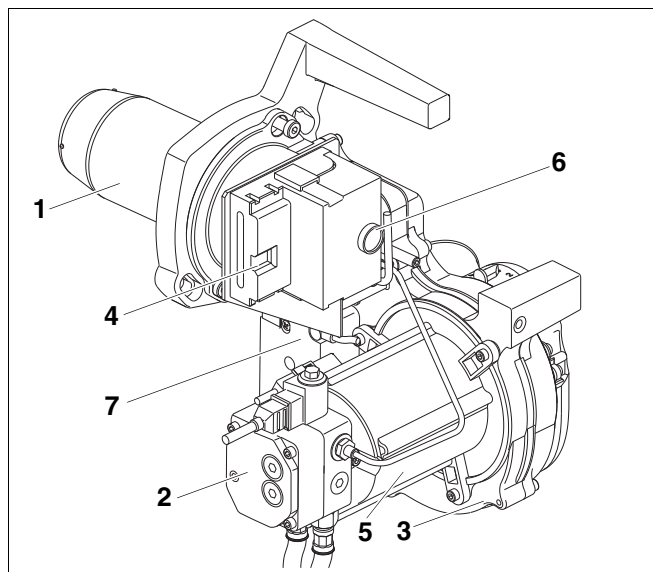

Рис. 1 Горелка Logatop SE
- труба горелки (Рис. 1, поз. 1)
- топливный насос с электромагнитным клапаном и шлангами для дизтоплива (Рис. 1, поз. 2)
- корпус горелки (Рис. 1, поз. 3)
- разъем горелки для подключения 7-полюсного штекера (Рис. 1, поз. 4)
- мотор горелки (Рис. 1, поз. 5)
- дизельный автомат горения с кнопкой подавления помех (Рис. 1, поз. 6)
- устройство розжига (Рис. 1, поз. 7)
Горелка (Рис. 1) имеет штекерное соединение с системой управления (7-полюсный штекер).